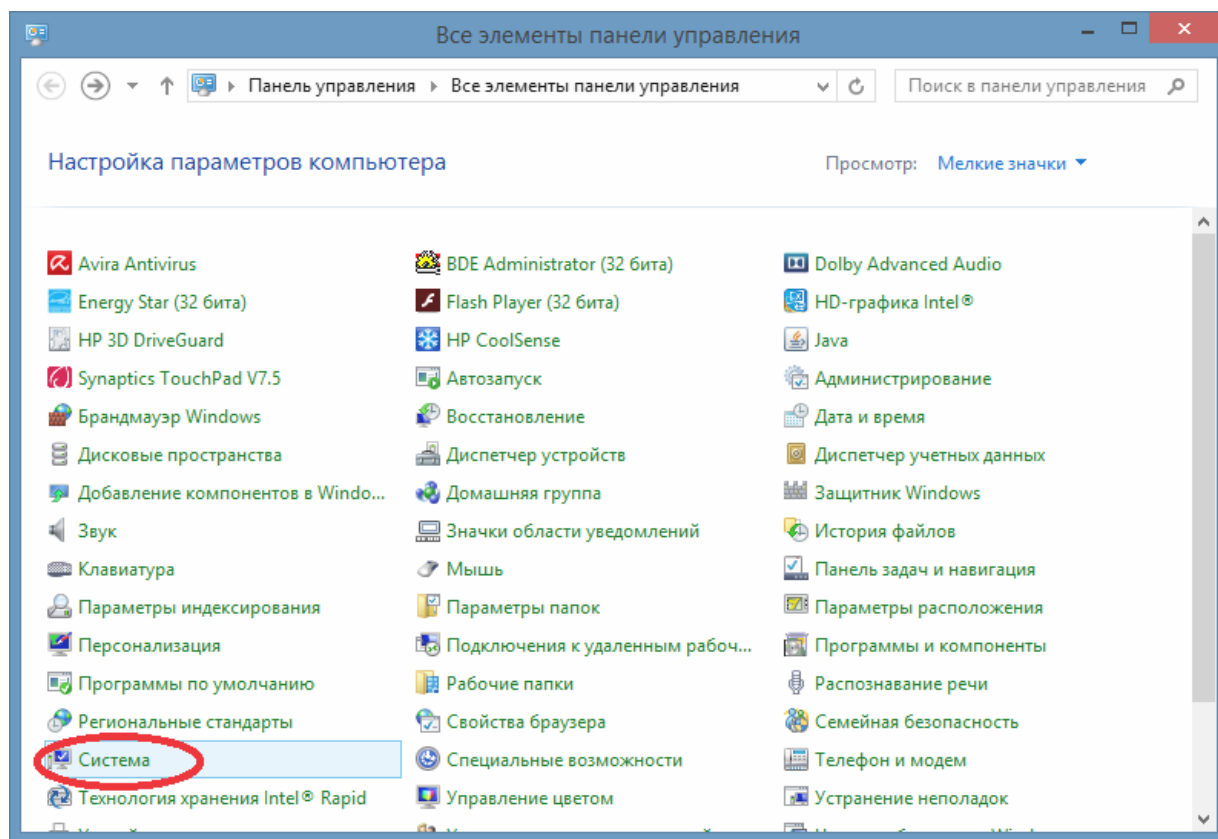

Рисунок 5
- 1) открыть «Панель управления Windows» и выбрать пункт «Система» (рисунок 5);